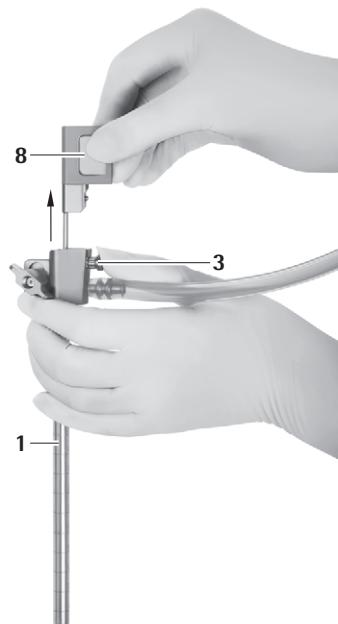

Fig. 10
- ▶ Premere il pulsante di rilascio **3** ed estrarre l'endoscopio attraverso il canale dell'ottica **8** attentamente dal trocar MINOP InVent 1, vedere Fig. 10.